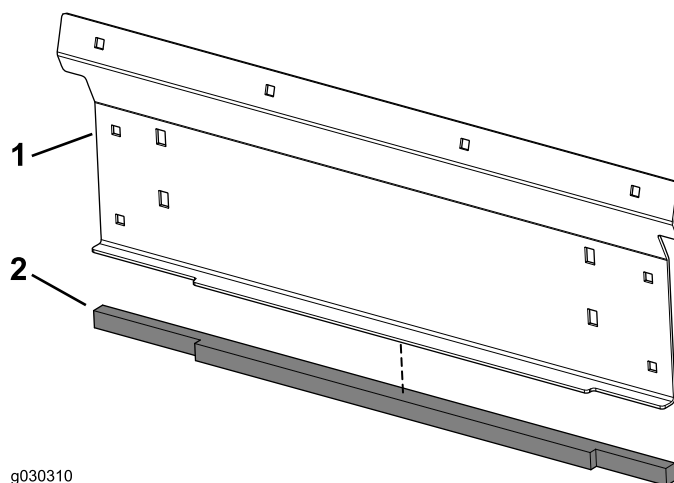

Figura 16
7. Aplique o vedante posterior na placa posterior inferior (Figura 16).